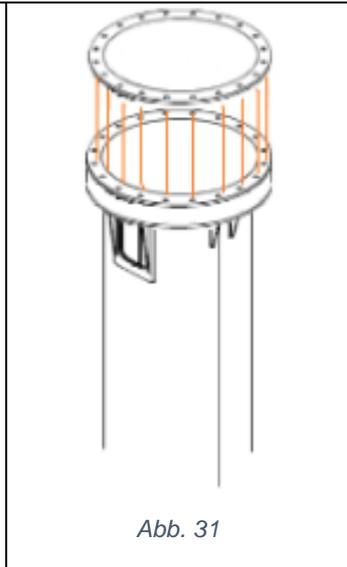

Abb. 31
4. Den mitgelieferten Ausgleichsflansch so auf den Drehkranz setzen, dass die Bohrung übereinstimmt (Abb. 31).